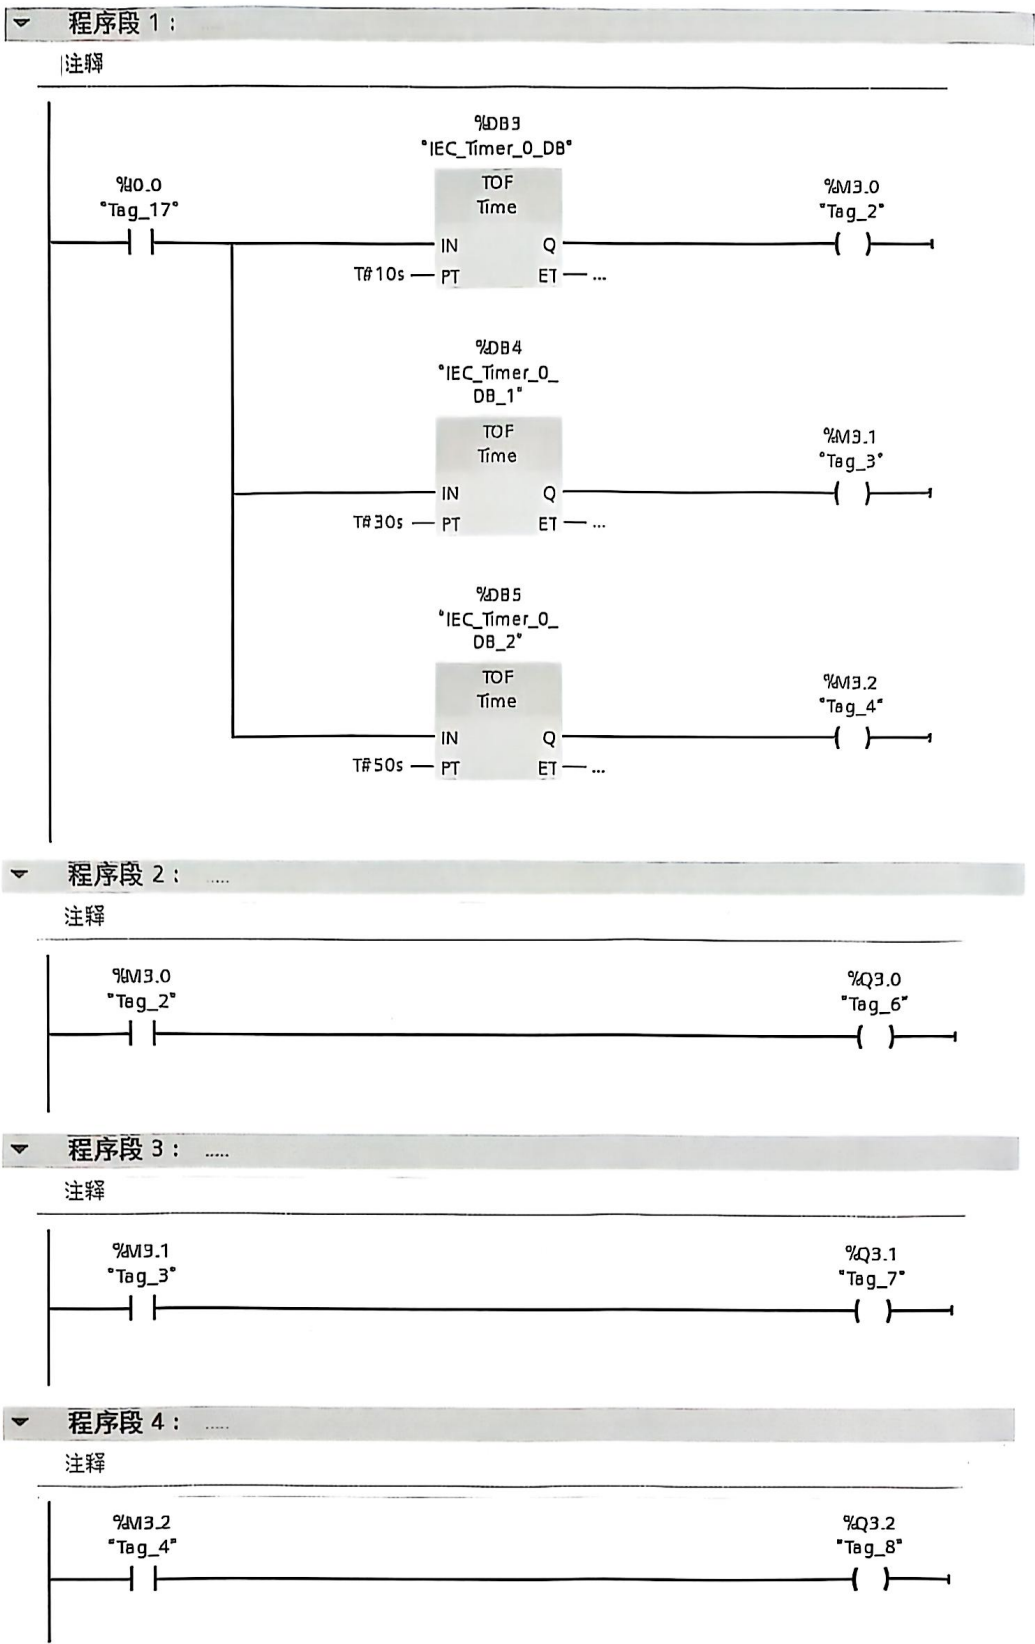

图 3-14 断电延时定时器的使用
4) 大多数定时器使用通电延时定时器，但是有些场合在切断电源后，一些设备不能立即停止，需延时一段时间。这种情况下一般采用断电延时定时器。例如有三个彩灯，按下 SB1，三个彩灯立即点亮，松开后，三个彩灯仍然点亮，10s 后橙色彩灯熄灭，再过 20s 黄色彩灯熄灭，在此基础上，又过了 20s 后绿色彩灯自动熄灭，程序如图 3-14 所示。采用三个 TOF 定时器，当按下按钮 IO.0 后，三个定时器的输出端立即置 1。松开按钮 IO.0 之后，定时器输入端断电，但是输出端需要延迟之后才复位，三个定时器时间分别设定为 10s、30s、50s，满足系统要求。